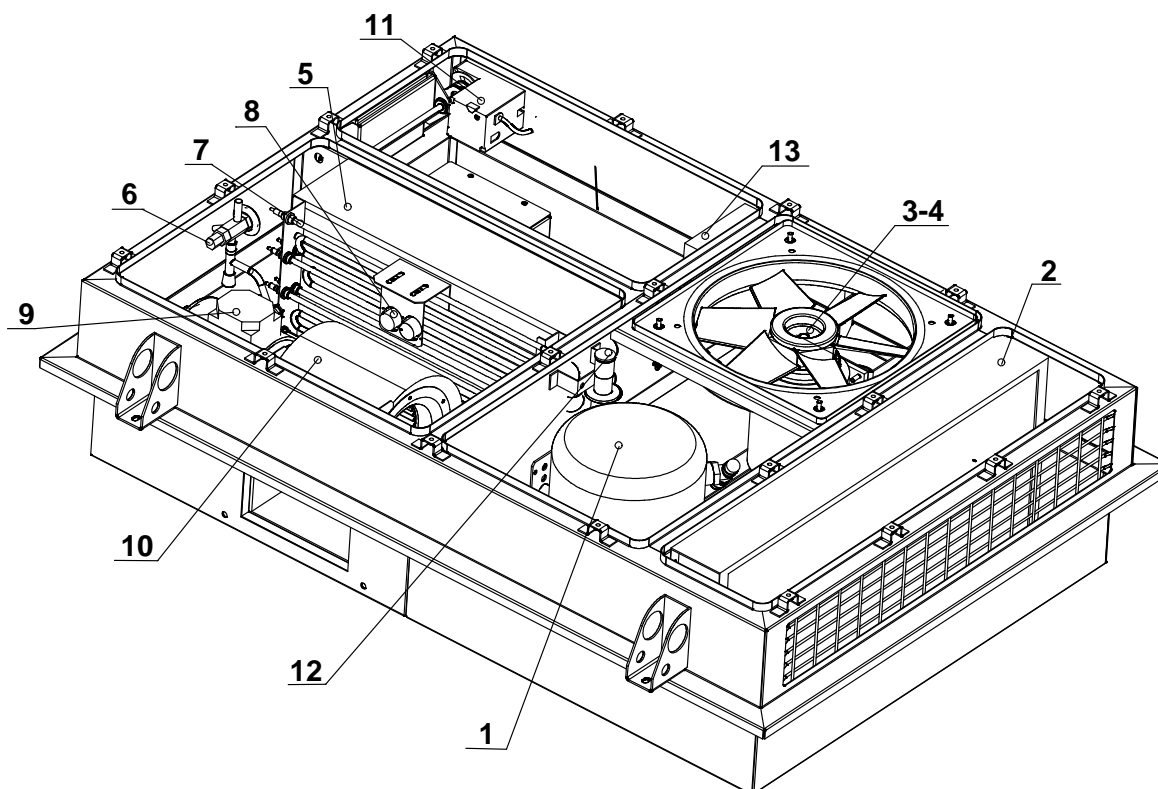

Figura A-3. Situación de los principales componentes del equipo
A.3.1 Descripción del Equipo Compacto de Aire Acondicionado (Figura A-3)
Este equipo es una unidad compacta en cuyo interior se localizan el compartimento condensador y el compartimento evaporador, en los cuales se encuentran los siguientes componentes principales (los números entre paréntesis están referidos a la Figura A-3):